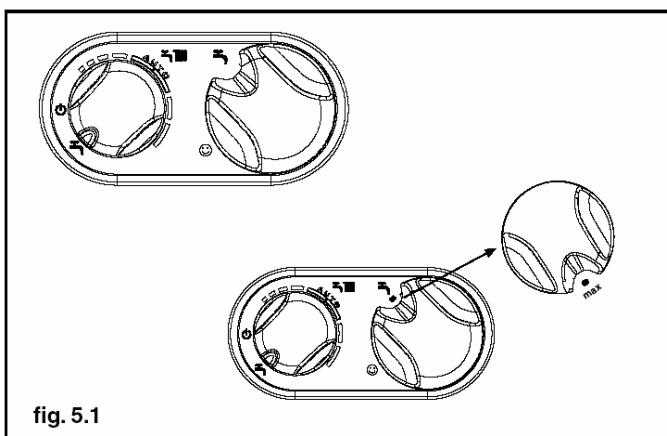

fig. 5.1
- установите переключатель режимов работы режим «лето» «» (рис. 5.1)
- установите регулятор температуры в контуре ГВС (рис. 5.1) на максимальное значение.
- Откройте кран подпитки (рис. 5.1а) и держите его открытый до тех пор, пока давление не поднимется до уровня от 1 до 1,5 бар.